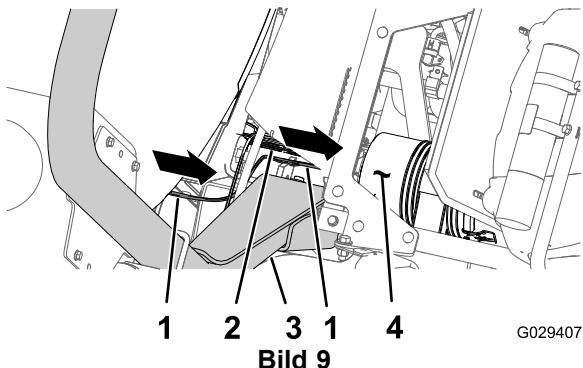
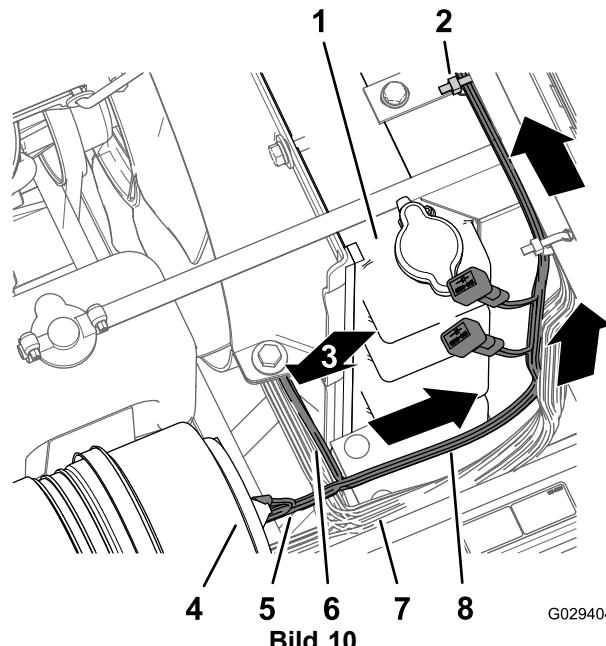

Bild 9
Bild 10
1. Verlegen Sie den Kabelbaum für das Finishingkit nach vorne zwischen dem Überrollbügel und der unteren Ecke des Sprühfahrzeugbehälters, entlang des Kabelbaums der Maschine und unter dem Luftfilter für den Motor (Bild 9 und Bild 10).
2. Verlegen Sie den Motorraumzweig (197 cm) des Kabelbaums (mit dem Kabelschuh, Buchsenanschluss und 5-Buchsenstecker) nach oben entlang der rechten Seite des Kühlers, über die Oberseite des Kühlers und unter das Unterteil der mittleren Konsole (Bild 10).